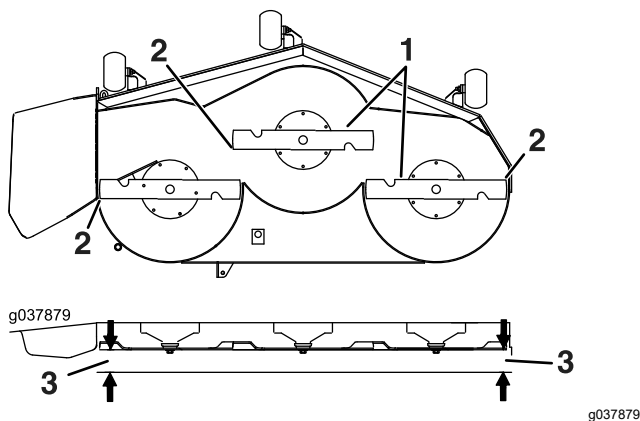

Bild 81
6. Messen Sie den Abstand zwischen der Messerspitze und der ebenen Oberfläche (Bild 81). Wenn beide Messwerte nicht innerhalb von 5 mm liegen, stellen Sie die Nivellierung ein; fahren Sie mit diesen Schritten fort.
14. Drehen Sie die Schnittmesser vorsichtig von einer Seite zur anderen (**Bild 81**).